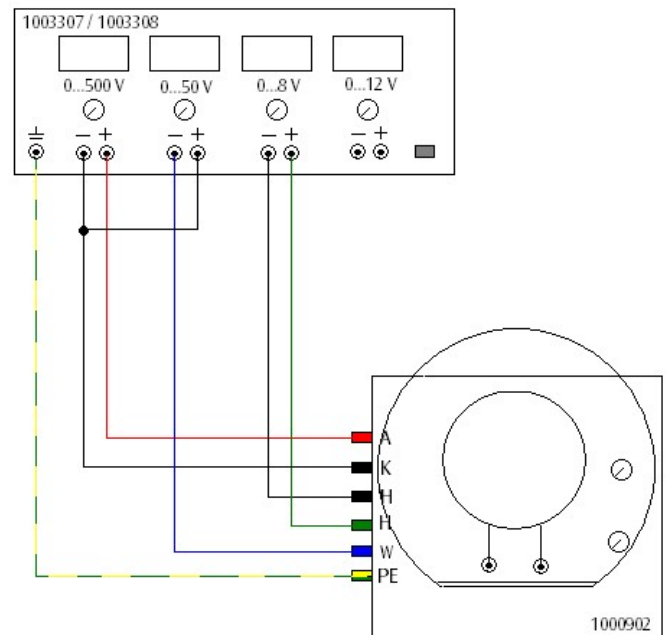

Fig. 3: Collegamento dell'oscilloscopio didattico all'alimentatore.
- Collegare gli ingressi dell'oscilloscopio didattico con le uscite dell'alimentatore in base alle tensioni indicate (Fig. 3).